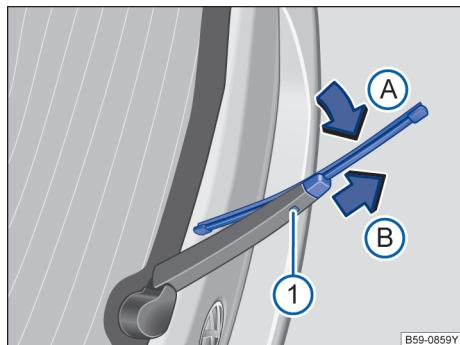

图 213 更换后风窗刮水器刮水片
- 按住解锁按钮→图 213 ①。
- 将后风窗刮水器刮水片朝刮水器摆臂→图 213 (箭头 A) 方向翻转，同时沿箭头方向 B 拔下。会因此需要用较大的力量。